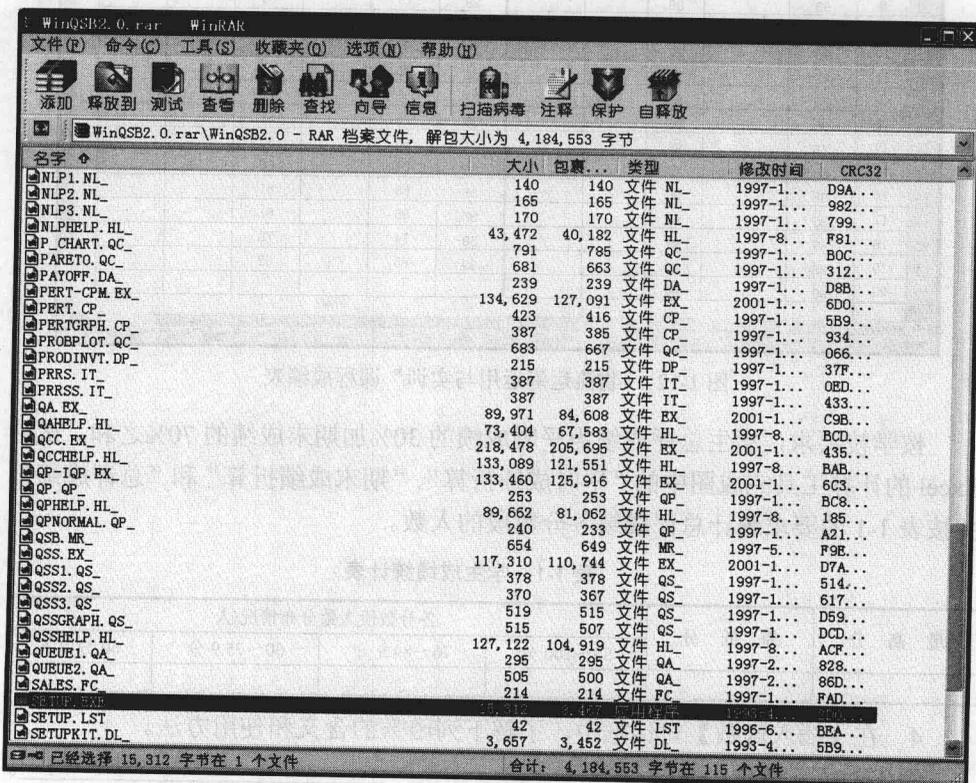

图 1-13 WinQSB 软件包打开界面
**步骤 1** 打开 WinQSB 软件包, 点击 “SETUP.EXE” (见图 1-13)。